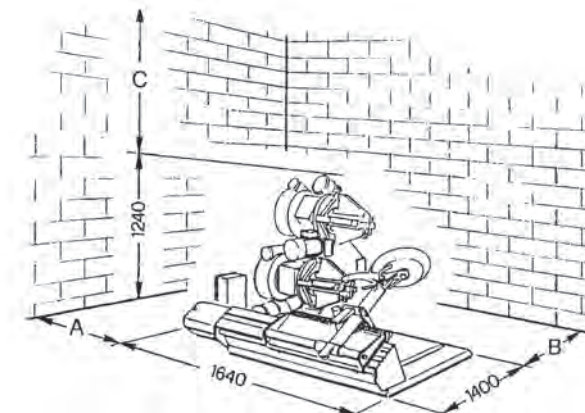

fig.16
COLLOCAMENTO (fig.16)
Per un utilizzo sicuro ed ergonomico della macchina è consigliabile collocarla in modo tale da poter operare, con il comando a distanza, in condizioni di assoluta sicurezza. Ved. Fig. 16 dimensioni A - B - C
LOCATION (fig.16)
For the safe and ergonomic use of the machine, it is advisable to locate it so as to allow work, using the remote control, in conditions of complete safety. See Fig. 16 dimensions A - B - C
PLACEMENT (fig.16)**DIMENSIONS D'ENCOMBREMENT:**
V. Fig. 16 dimensions A - B - C
AUFSTELLEN (Abb.16)**AUßENMAßE:**
Siehe Abb. 16, Außenmaße A - B - C
COLOCACION (fig.16)**DIMENSIONES MÁXIMAS EXTREMAS:**
Véase Fig. 16 dimensiones A - B - C